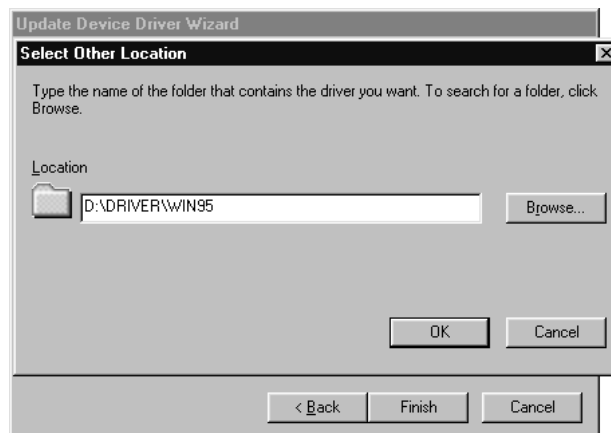

Figure 4 : attribution d'un emplacement au fichier
5. Cliquez sur 'Autres emplacements' {Other locations...}. La Figure 4 est affichée à l'écran.